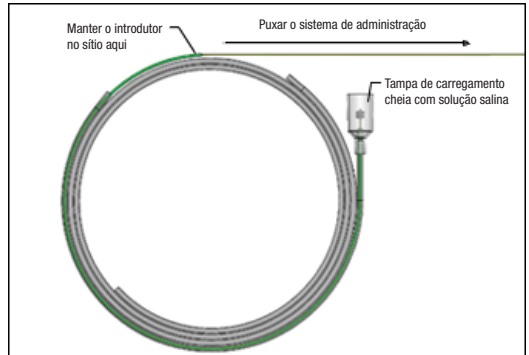

Figura 5 – Puxar o sistema de administração na direção proximal para retrain o implante
16. Segurando o introdutor verde com uma mão, agarre no sistema de administração e puxe suavemente na direção proximal para começar a retrain o implante. Consulte a Figura 5.